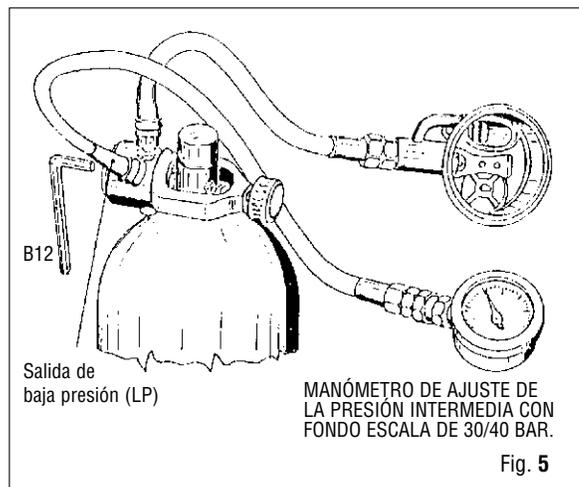

Fig. 5
3. Posicione el grupo en la grifería (del banco test o de una botella). (Fig. 5)